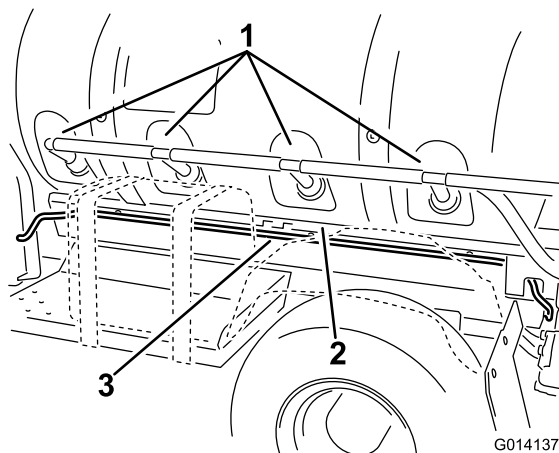

Figura 15
2. Disponete il cablaggio in avanti lungo il supporto del serbatoio, facendolo passare sotto i raccordi dell'agitatore, fino a raggiungere la cassetta della batteria (Figura 15). Usate tre fascette di plastica per assicurare il cablaggio al telaio.